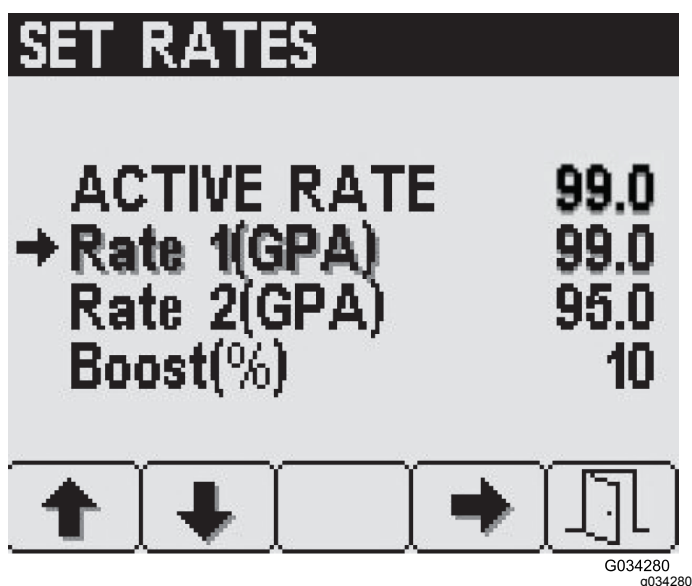

Figure 17
Pour ouvrir l'écran Débits programmés, appuyez sur le bouton 2 dans l'écran Menu Principal (Figure 16) jusqu'à ce l'option Configuration des débits soit atteinte, puis appuyez sur le bouton 4 pour sélectionner cette option (Figure 17).
1. Appuyez sur le bouton 1 ou 2 jusqu'à ce que le débit voulu ou le pourcentage de débit intensif soit atteint (Figure 17).